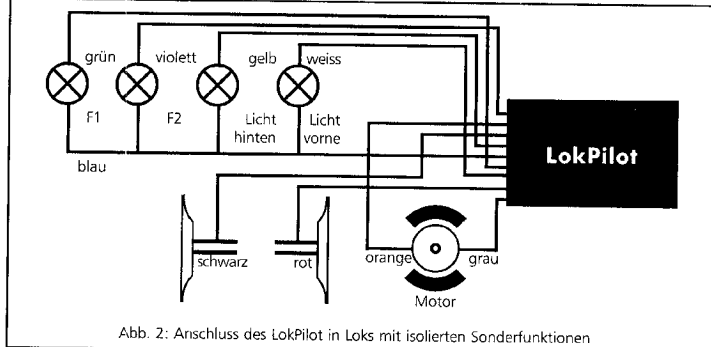

Abb. 2: Anschluss des LokPilot in Loks mit isolierten Sonderfunktionen
- Die Lampen / Funktionen sind mit Ihrem gemeinsamen Anschluss gegenüber dem Lokgehäuse isoliert (also potentialfrei). Der dann nötige Anschluss wird in Abb. 2 dargestellt.
Im anderen Fall (Siehe Abb. 2) müssen Sie alle übrigen Anschlüsse aller Birnen und Funktionen gemeinsam an das blaue Kabel anschließen. Dieses darf keinen Kontakt mit dem Lokchassis haben!
Verwenden Sie bei Loks, die nach Abb. 2 verschaltet werden, ausschließlich digitale Rauchgeneratoren, z.B. Seuthe Nr. 11. Andere Raucheinsätze benötigen u.U. zu viel Strom. Teilweise sind Rauchgeneratoren mit mehr als 250mA Stromaufnahme im Handel!